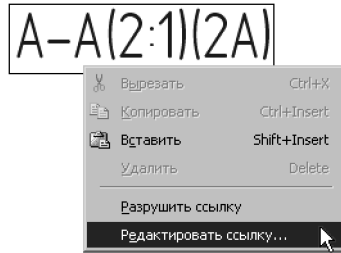

Рис. 48.3. Редактирование и разрушение ссылок в надписи вида
- ▼ изменить параметры ссылок, входящих в состав надписи, с помощью команды **Редактировать ссылку** из контекстного меню (рис. 48.3),
- ▼ превратить ссылки в обычный текст с помощью команды **Разрушить ссылку** из контекстного меню (рис. 48.3).